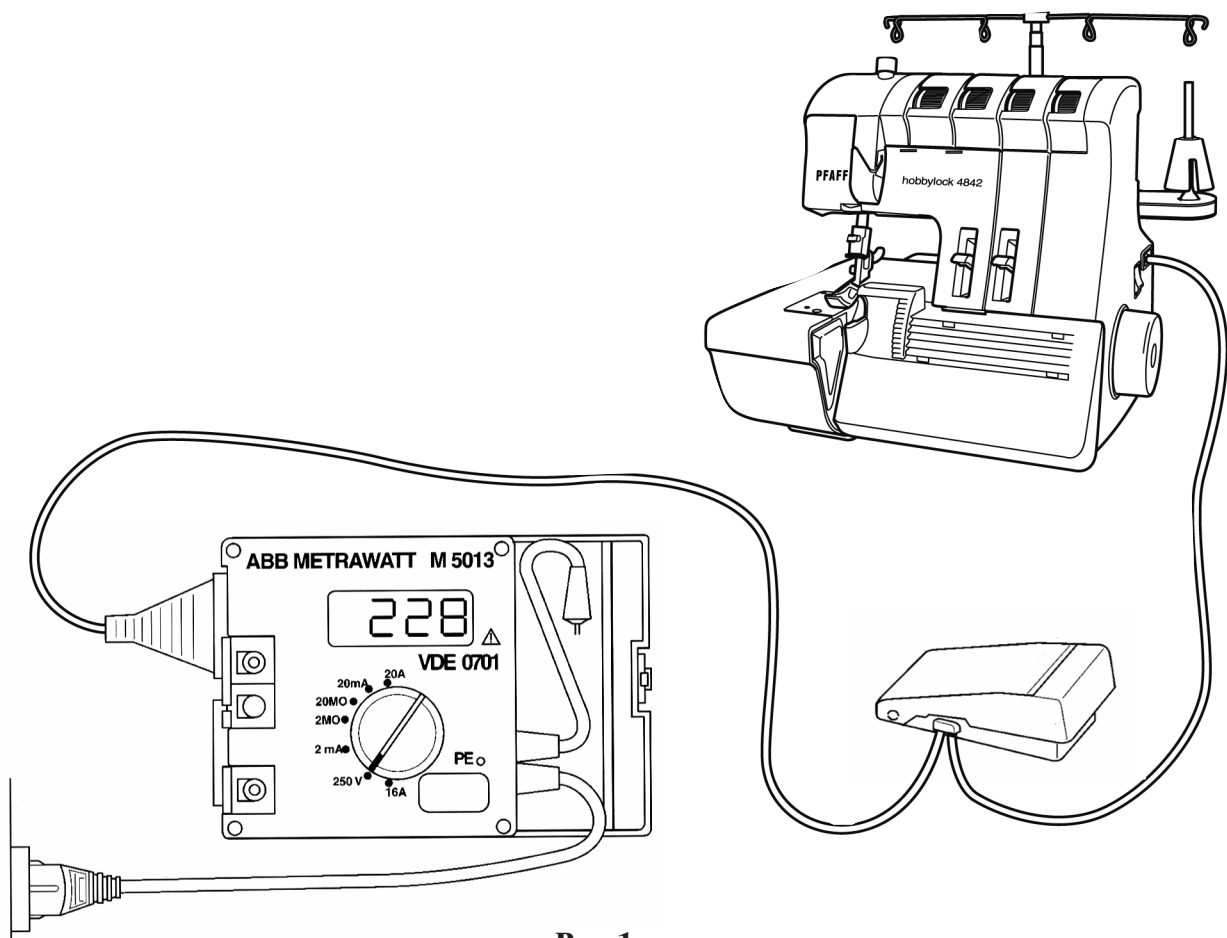

Рис. 1
- Переключатель диапазонов измерения устанавливают на “250 V” (рис. 1).